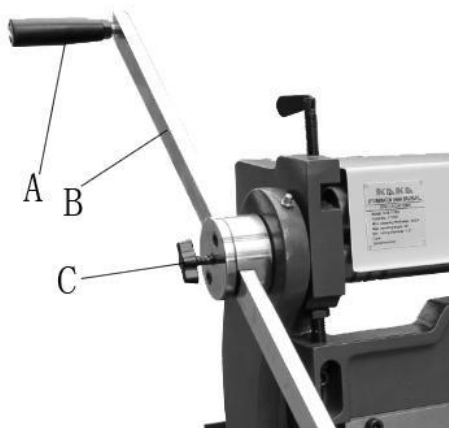

Abbildung 2
26. Entfernen Sie einen Griff (A, Abbildung 2) von jede Bediengriffbaugruppe mit einem 6-mm-Inbusschlüssel.
27. Lösen Sie den Verriegelungsbolzen (C, Abbildung 2).
28. Stange (B) in die Nabe schieben und Verriegelung festziehen Mit der